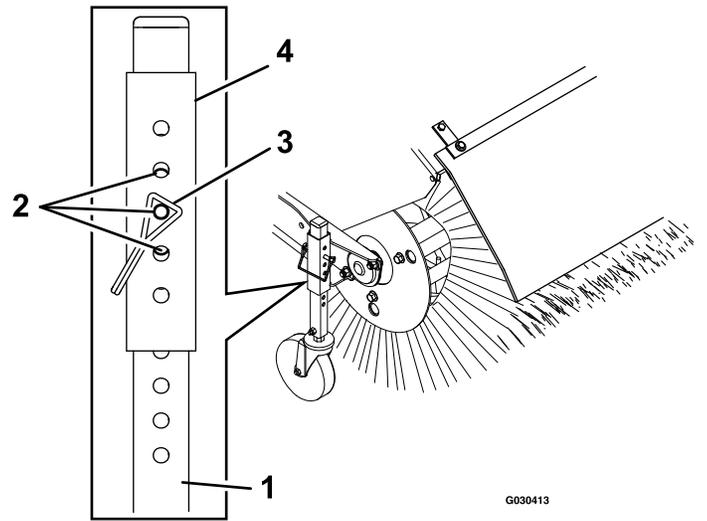

Figura 9
- Para um ajuste mais fino, deslize a manga ajustadora 1 furo para cima ou para baixo no tubo da roda giratória para ajustar a altura da vassoura em incrementos de 3 mm (Figura 9). Repita os passos 3 a 5 para a outra roda giratória.
- Para ajustar a altura da vassoura, remova e guarde o pino da manga ajustadora e tubo da roda da roda giratória (Figura 9).